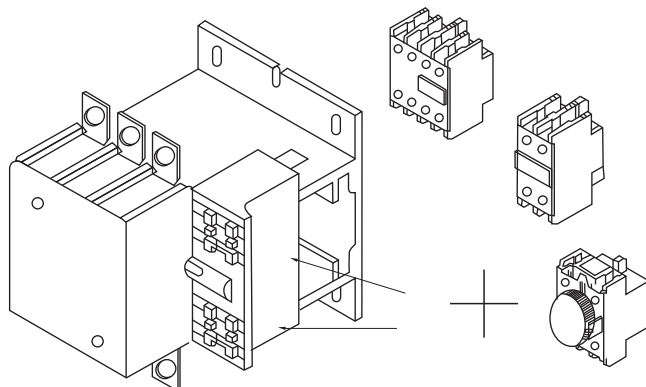

图2 接触器可以采用积木式安装方式如装辅助触头组、空气延时头及其它附件
- 接触器线圈内有一对常开触头，可作为自锁触头或信号触头用；另外，可加装两个辅助触头组共8对触头，见图2。辅助触头组合情况见表2。
- 可以采用积木式安装方式加装辅助触头组、空气延时头及其它附件见图2。